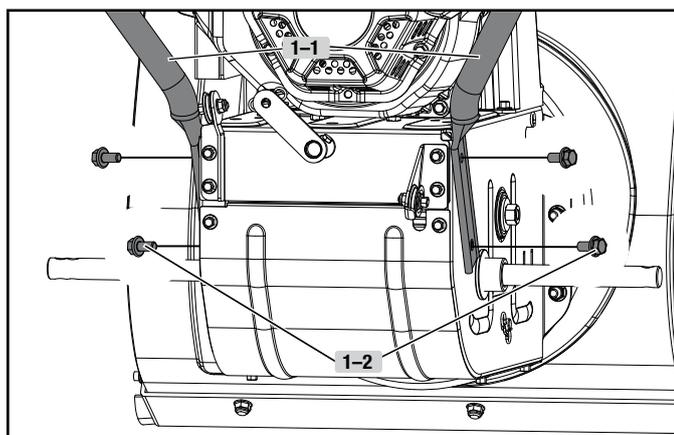

Figure 1
1. Fixez la poignée inférieure (1-1) sur le corps de la machine au moyen des boulons (1-2) (figure 1). Répétez la procédure de l'autre côté.